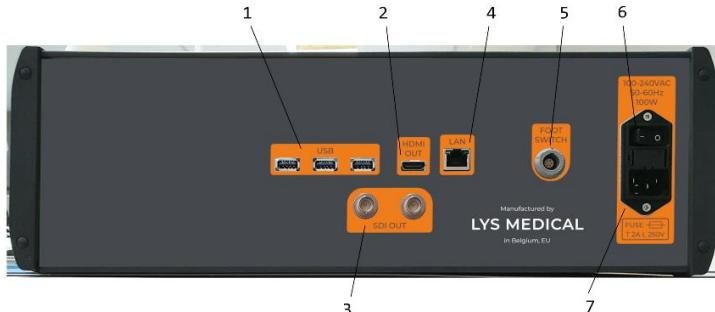

Figura 5 - Panel trasero del controlador
1. Instale el controlador en la sala de endoscopia a una distancia máxima de 1 m del paciente y cerca de la columna de endoscopia (véase Figura 11), asegurándose de que el interruptor ON/OFF y el cable de alimentación (véase punto 6 y 7 de Figura 5) estén siempre accesibles para desconectar el controlador.
2. Conecte los diferentes cables al controlador (véase Figura 5 para identificar la ubicación de los diferentes puertos):